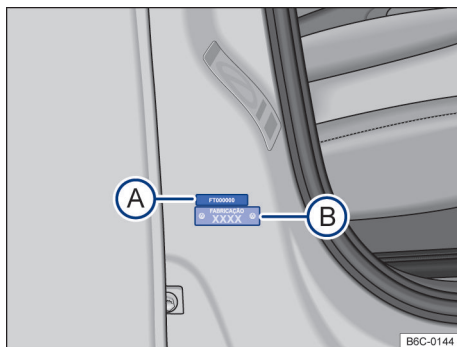

Fig. 174 Na coluna da porta dianteira direita: etiqueta com número de identificação do veículo parcial (A) e etiqueta do ano de fabricação (B).
As etiquetas com o número de identificação do veículo parcial estão localizadas na coluna da porta dianteira direita → Fig. 174 (A) e na coluna da suspensão esquerda. Estas etiquetas são destruídas ao serem removidas. Para chegar ao número de identificação do veículo parcial na coluna da suspensão esquerda, abrir a tampa do compartimento do motor ⚠ → Página 187.
A etiqueta com o número de identificação do ano de fabricação está localizada na coluna da porta dianteira direita → Fig. 174 B. Esta etiqueta é destruída ao ser removida.